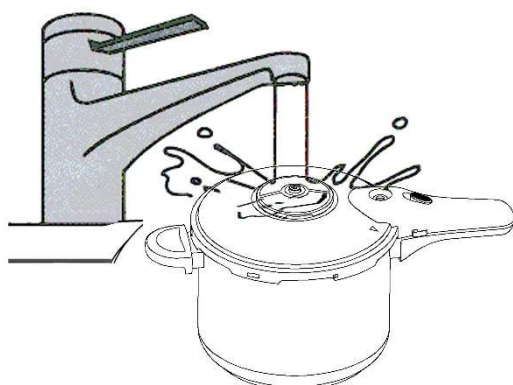

Fig.11
- ◆ ○,2Rychlé ochlazení. Pokud je potřeba hrnec rychle ochladit, postavte ho na rovné místo a nechte téct mírný proud vody na víko, dokud nespadne pojistný ventil (Fig.11)